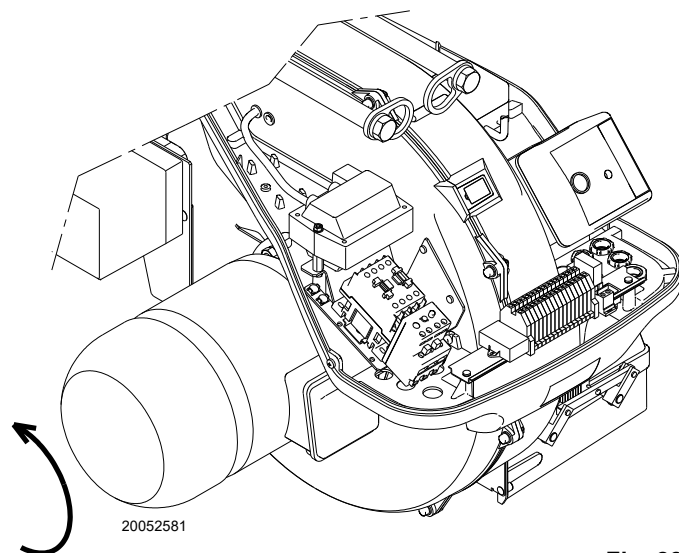

Fig. 28
- controlar el sentido de rotación del motor del ventilador como se indica en la Fig. 28.